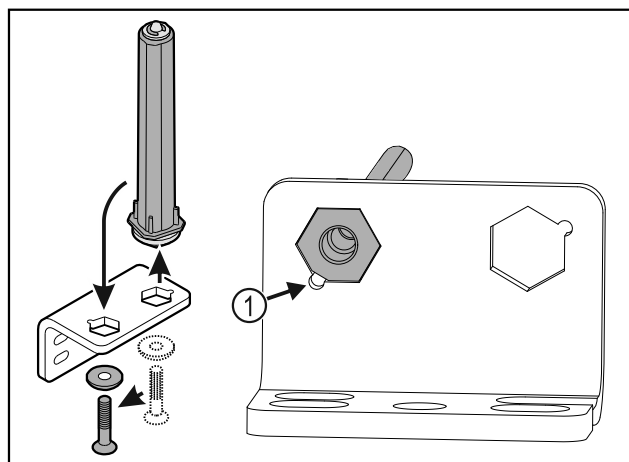

Fig. 40
- Zwrócić uwagę, aby podczas wkładania ścięcie sworznia Fig. 40 (1) było skierowane na okrągły otwór.